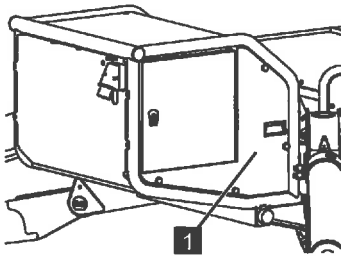

Abb. 181
2. Die Abdeckung (Abb.181/1) abschrauben.